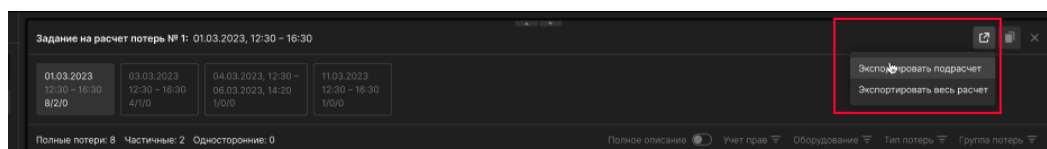

Рисунок 5.103. Кнопка «Экспорт» на форме «Результат расчета офлайн»
- Нажать на кнопку «Экспорт» (Рисунок 5.103) и выбрать в меню один из вариантов: